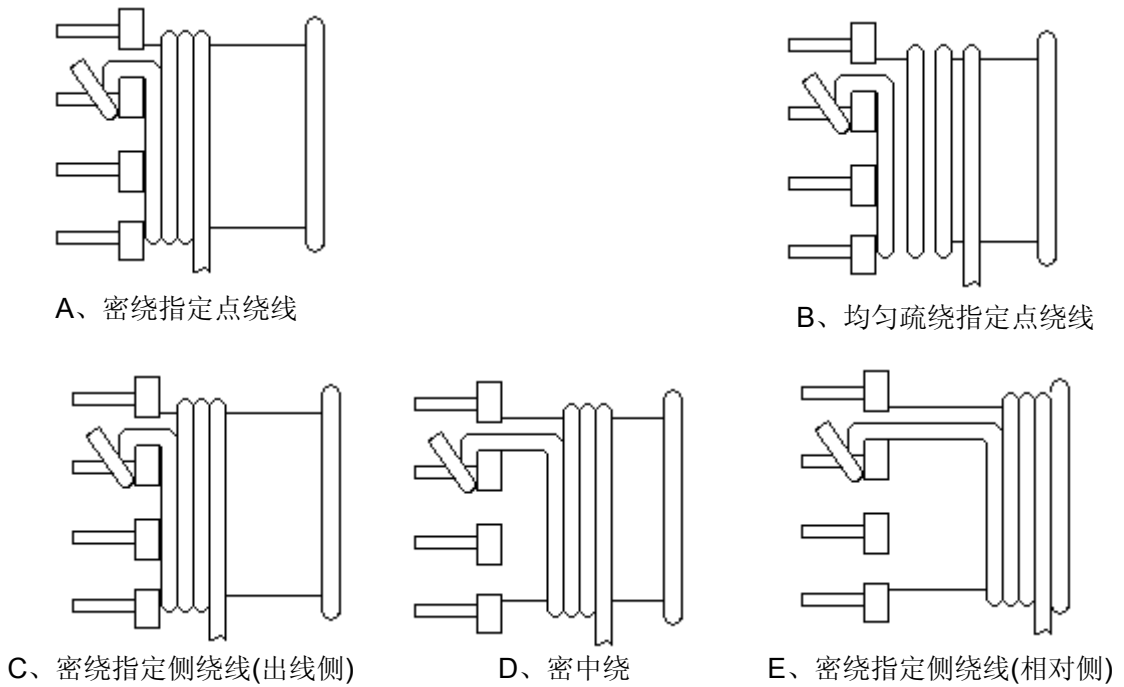

图 6.3
2.4 定位绕线：布线指定在固定的位置，一般分五种情况 (如图 6.3)